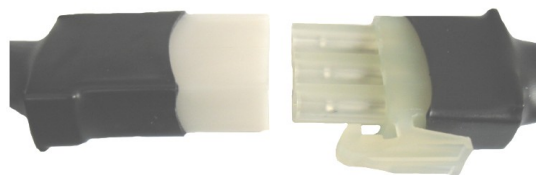

Рис.11
- Отключите кабель, соединяющий панель управления с турбиной вытяжки (рис. 11).
- Подключите кабель, соединяющий панель управления с турбиной вытяжки (рис. 11).